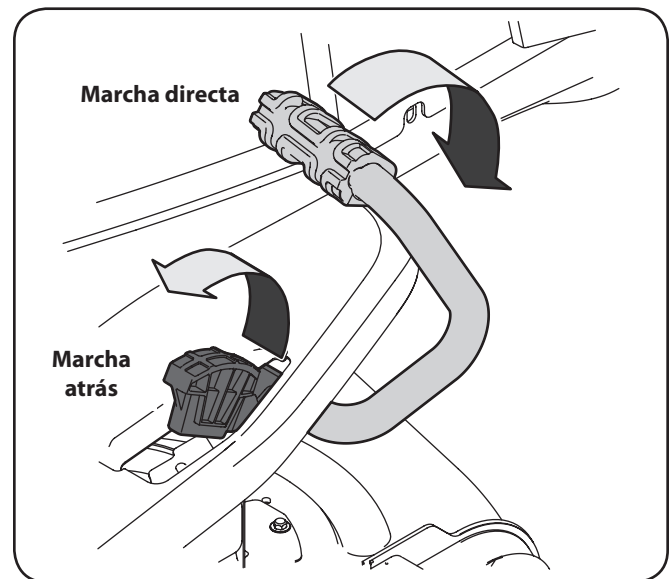

Figura 5-2
2. Para conducir hacia ADELANTE, presione lentamente el pedal de marcha adelante hasta alcanzar la velocidad deseada. Consulte Figura 5-2.
3. Para conducir MARCHA ATRÁS, verifique que el área de atrás esté despejada; Luego presione lentamente hacia adelante el pedal de marcha atrás hasta alcanzar la velocidad deseada. Consulte Figura 5-2.